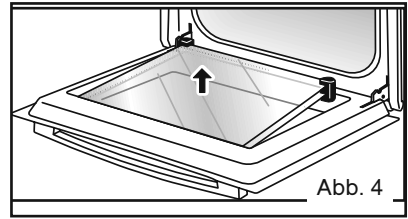

Abb. 4
- Falls erforderlich, alle Innenscheiben der Tür entfernen (Abb. 4).